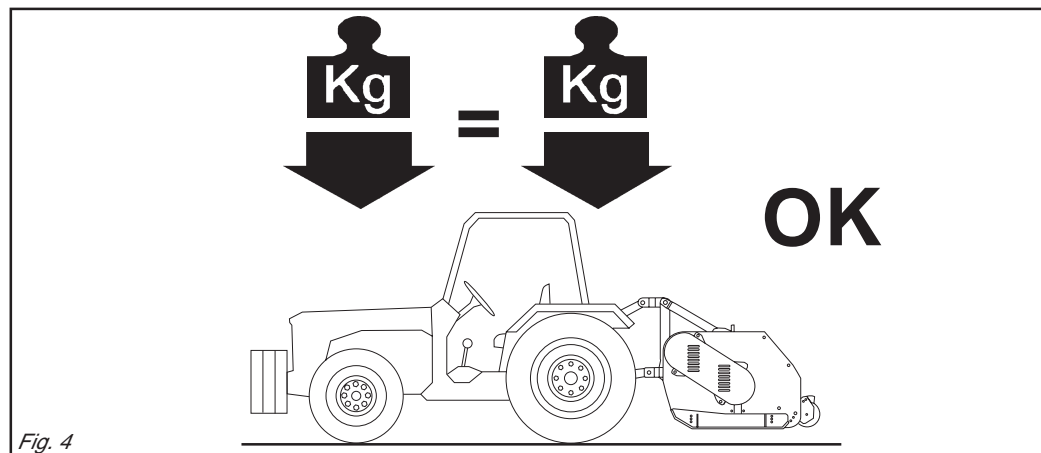

Fig. 4
- 7) *Assembly of a implement on the tractor will shift the weights on the axles. It is there fore advisable to add weights to the front part of the tractor in order to balance the weights on the axles themselves (Fig. 4).*
- 7) Der Anbau eines Zusatzgerätes am Schlepper führt zur Verlagerung der Achslasten. Am Schlepper ist daher Frontballast anzubringen, um das Gleichgewicht wieder herzustellen (Abb. 4).
- 7) *L'application d'un équipement supplémentaire au tracteur entraîne une répartition différente des poids sur les essieux. Ajoutez donc les masses de lestage nécessaires à l'avant du tracteur de manière à équilibrer les poids (Fig. 4).*
- 7) La aplicación de un equipo adicional al tractor, implica una distribución del peso distinta sobre los ejes. Es aconsejable por lo tanto agregar oportunos contrapesos en la parte delantera del tractor para así equilibrar los pesos sobre los ejes (Fig. 4).